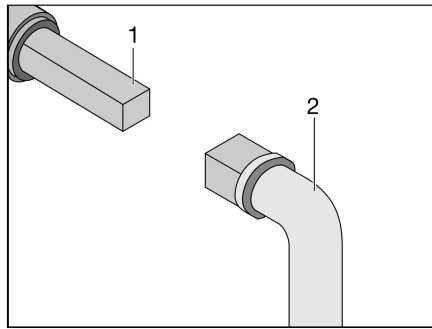

Bild 253 Bedienung Abwasserhahn
- Schlüssel (Bild 253,2) auf Vierkant (Bild 253,1) stecken.